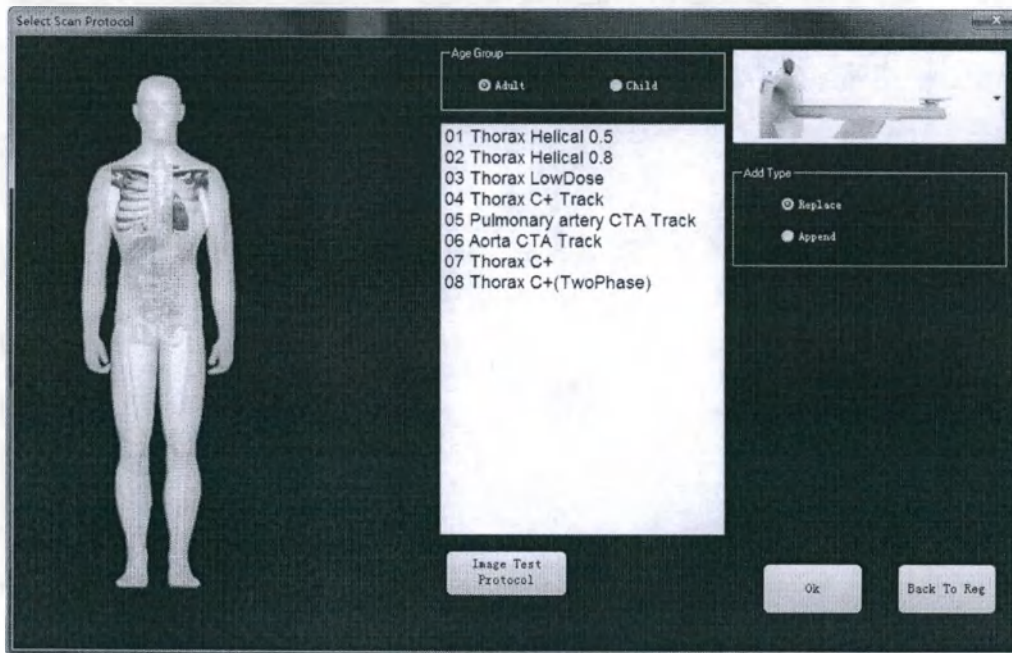
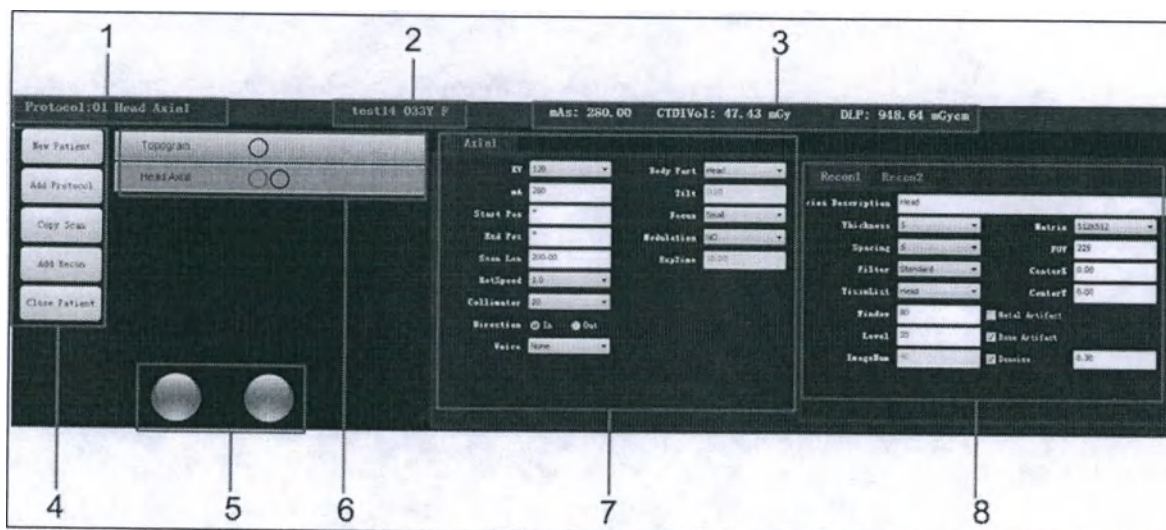

Рисунок 46 Окно настройки протокола сканирования
Рисунок 47 Поле настроек параметров сканирования
После регистрации пациента можно установить протокол сканирования (см. рис. 46). Если при выбранном протоколе сканирования получились изображения хорошего качества, то этот можно сохранить в карте пациента, что может сэкономить время при следующем посещении.
1. После завершения регистрации пациента, на окне регистрации пациента нажмите кнопку <Начать сканирование> <Start Scan>, после чего появится окно настройки протокола сканирования (см. рис. 46).
1. Выберите добавить протокол сканирования [Add Type] на окне настроек протоколов сканирования (см. рис. 46). После этого появится интерфейс сканирования (см. рис. 47).
2. Нажмите кнопку [Добавить протокол реконструкции] [Add Recon] (см. рис. 47) и добавьте протокол реконструкции. После этого на поле отображения загрузки и отмены протокола сканирования появится дополнительный кружок (рис. 47).
2. Выберите протокол сканирования и нажмите кнопку <Загрузка> <Load>, чтобы выполнить первый протокол сканирования (см. рис. 47).
1. После завершения сканирования, чтобы выйти из сканирования нажмите кнопку <Закрыть карту пациента> <Close Patient> (см. рис. 47).